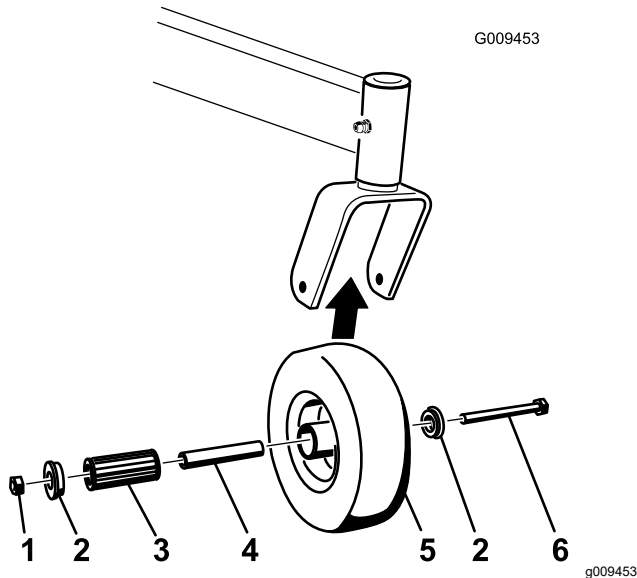

Figure 55
1. Enlevez le contre-écrou et le boulon de fixation de la roue pivotante à la chape (Figure 55).
2. Enlevez une bague, puis sortez la douille pour clé et le roulement à rouleaux du moyeu de roue (Figure 55).
3. Enlevez l'autre bague du moyeu, puis nettoyez la graisse et les saletés éventuellement présentes dans le moyeu (Figure 55).
Remarque: Remplacez les pièces endommagées ou usées (Figure 55).
5. Placez une bague dans le moyeu de roue (Figure 55).
6. Lubrifiez le roulement à rouleaux et la douille pour clé, et insérez-les dans le moyeu (Figure 55).
7. Mettez la deuxième bague dans le moyeu (Figure 55).
8. Montez la roue pivotante dans la fourche à l'aide du boulon et du contre-écrou (Figure 55).
9. Serrez le contre-écrou jusqu'à ce que la base de la douille pour clé soit en appui contre l'intérieur de la fourche (Figure 55).